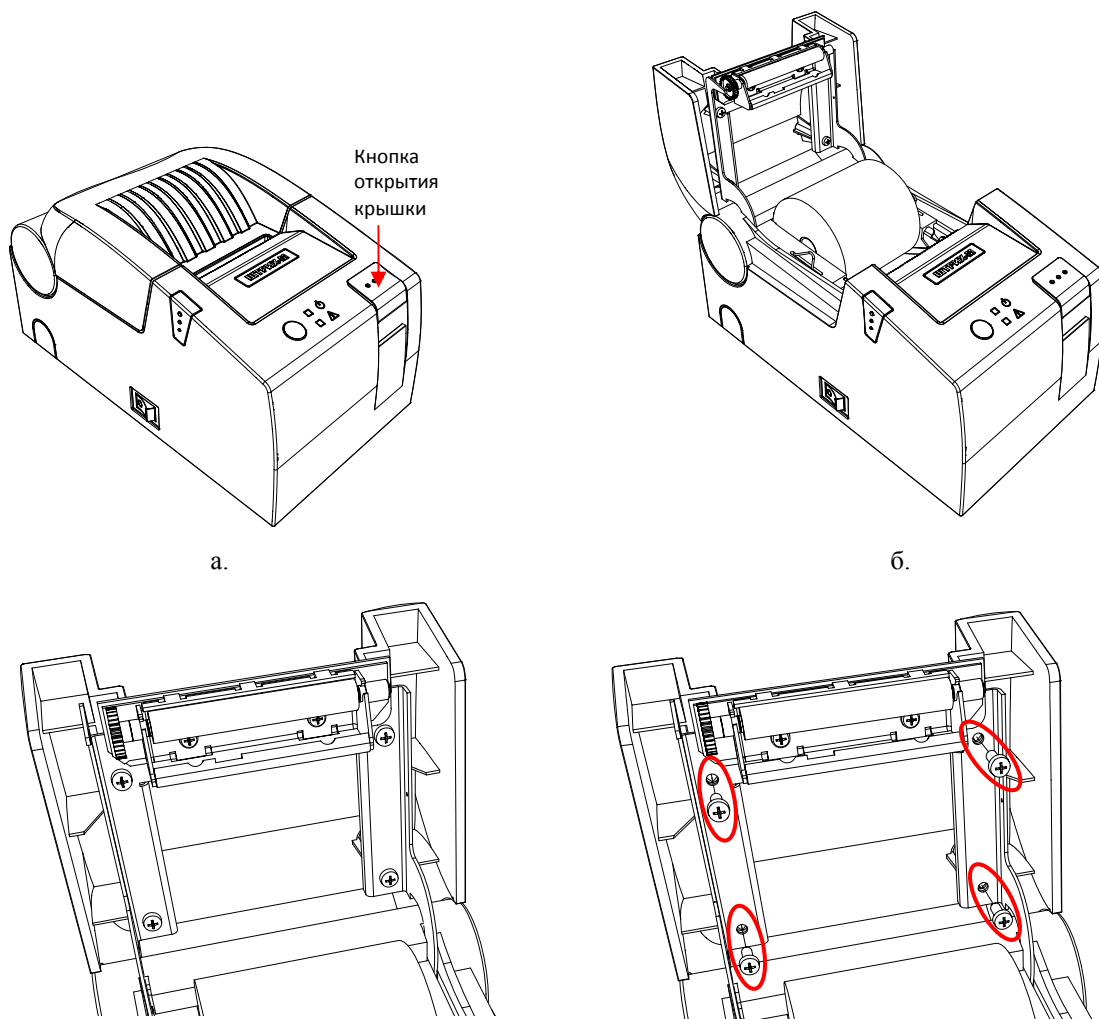

Рисунок 3. – Снятие крышки.
Вскрытие корпуса принтера (см. рисунок 3, 4):
1. Нажмите на кнопку открытия крышки корпуса (см. рисунок 3а);
2. Откройте крышку (см. рисунок 3б);
3. Выверните 4 винта крепления крышки корпуса (см. рисунок 3в);